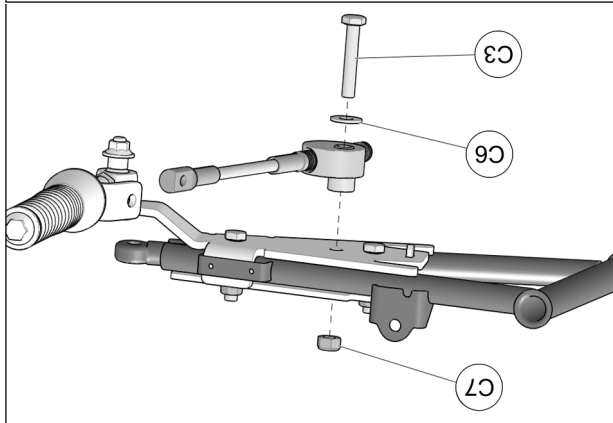

Fig. 23
12. Positionner le disque du câble assemblé du limiteur de conduite sous l'ancrage, l'érou (C7) par la rondelle (C6) par le dessous, l'érou (C7) au-dessus pour fixer le limiteur de conduite en place. Serrer l'érou à un couple de 50 N•m [37 lb•pi]. Voir la Fig. 23